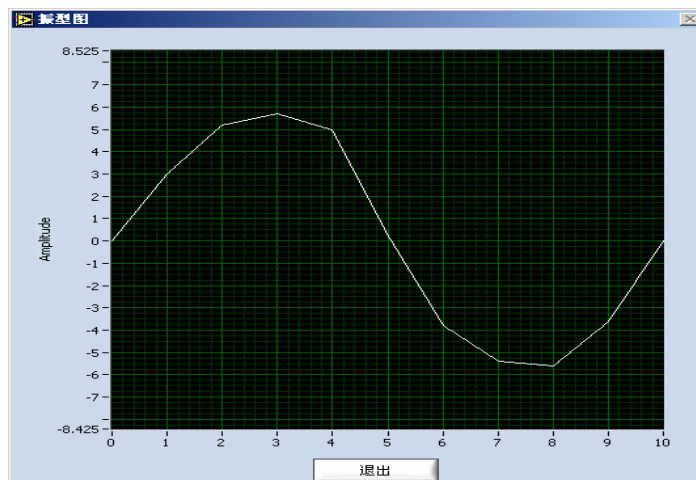

图 7-3 振型图
**振型图**：将振型数据表格中的振型数据绘成振型图（图 7-3）。